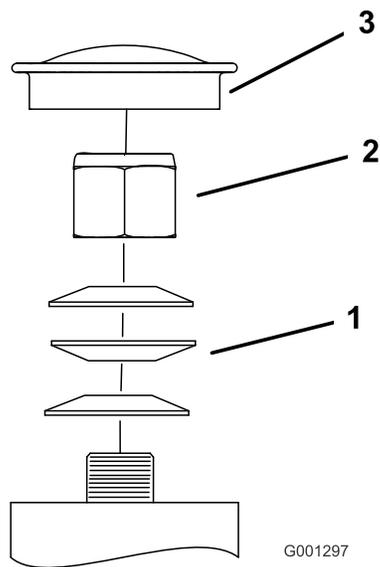

Figure 69
3. Retirez le capuchon antipoussière de la roue pivotante et serrez le contre-écrou (Figure 69).
4. Continuez de serrer le contre-écrou jusqu'à ce que les rondelles élastiques soient aplaties, puis desserrez-le de 1/4 de tour pour obtenir la précharge correcte des roulements (Figure 69).
Important: Veillez à placer les rondelles élastiques comme montré à la Figure 69.
5. Reposez le couvre-moyeu (Figure 69).